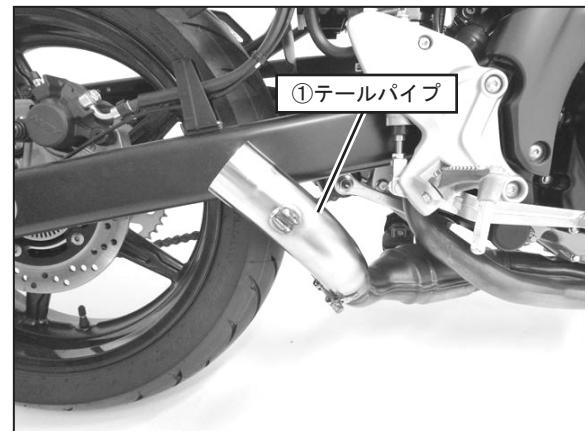
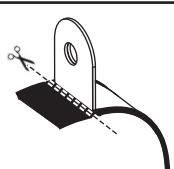

FIG. 3
FIG. 4
5. ①テールパイプを取り付け、クランプバンドを仮締めして下さい。 (FIG. 3 参照)
6. ①テールパイプに②サイレンサーを取り付けて下さい。
7. ③サイレンサーバンドに④サイレンサーバンド用スペーサーラバーを取り付けてから②サイレンサーに通し、純正ボルト、純正ワッシャ、純正ナットを使用して車輪のタンデムステップブラケットに仮締めして下さい。 (次ページ FIG. 4, 5 参照)